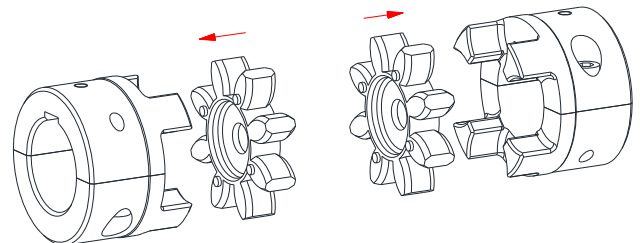

Fig. 17: Tandkransenes montage
- Sæt tandkransene ind i split navenes knastparti (se fig. 17).